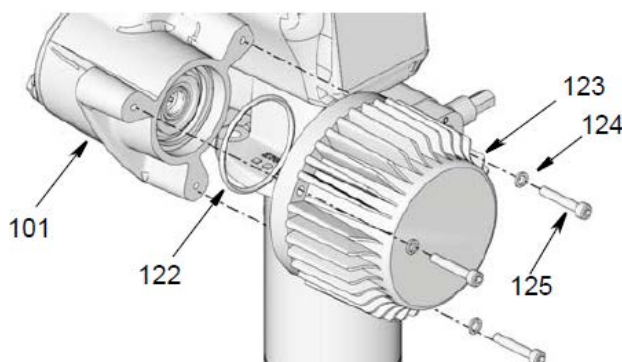

Рис. 14
- a. Снимите винт (125) и шайбу (124) для крепления мотора (123) на коробке передач (101) (рис. 14).